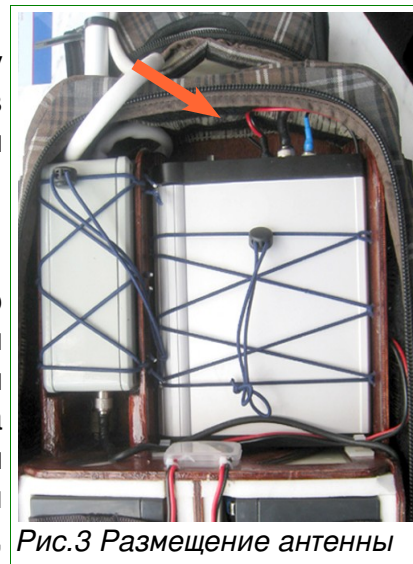

Рис.3 Размещение антенны
- Для контроля дополнительных параметров системы, а именно (см. рис. 3):